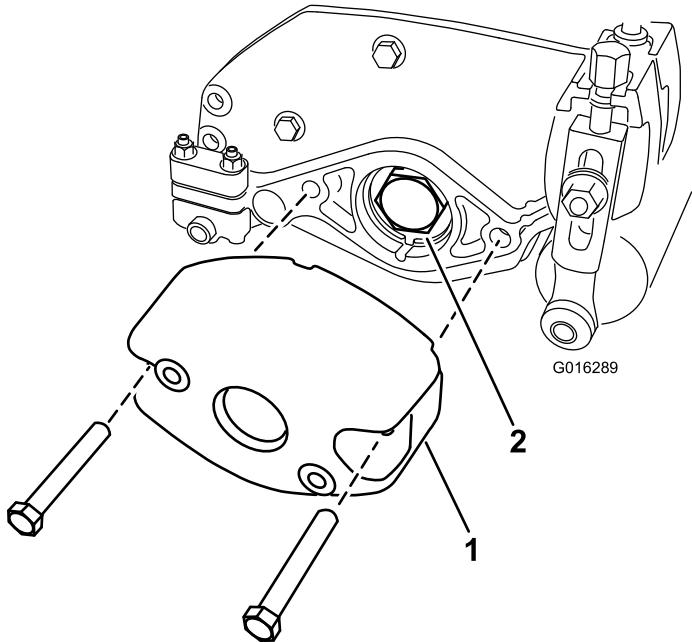

Figura 2
5. Remova os 2 parafusos e porcas que fixam o contrapeso à extremidade direita da unidade de corte. Retire o contrapeso (Figura 2).
6. Desmonte a porca do rolamento do eixo do cilindro (Figura 2).